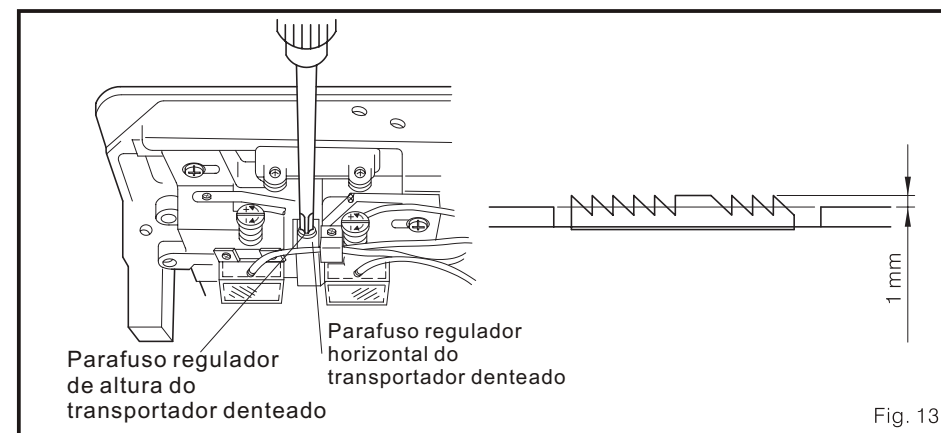

Fig. 13
1. Gire a talha para elevar o transportador denteado ao ponto morto superior. Solte parafuso t ajusta a instalação do transportador denteado de forma que a superfície dos dentes do transportador denteado este 1 mm sobre a superfície da lâmina agulha. Então, assegure parafuso. (Fig. 13)